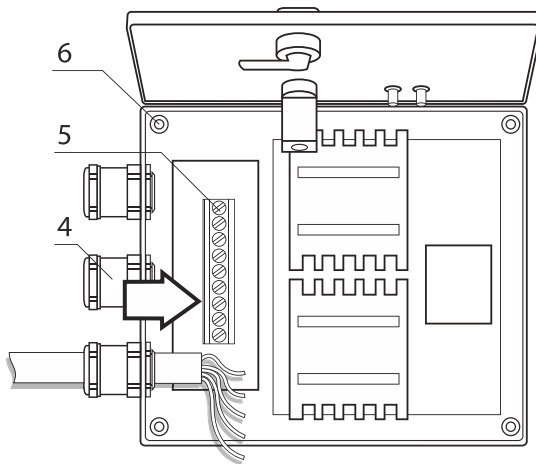
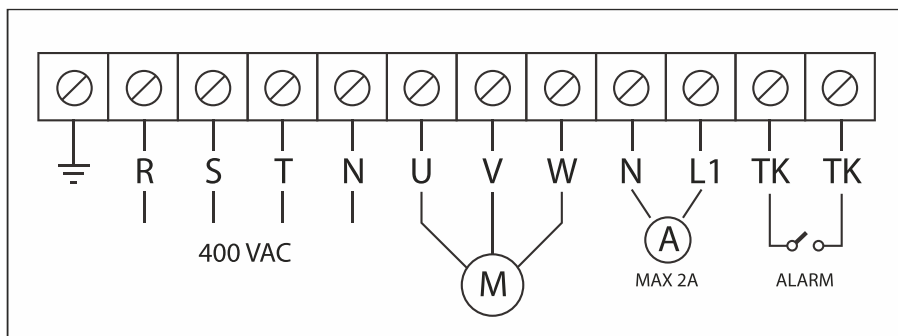

Рис. 3
Рис. 4. Схема электрических подключений
Регулятор имеет пять скоростей, выбор между которыми осуществляется выставлением поворотной ручки **1**, в одно из пяти фиксированных положений, и положение «**0**» в котором прибор выключен. В регуляторе предусмотрены клеммы **ТК** (см.рис.4) для подключения термального контакта, вмонтированного в мотор вентилятора, при срабатывании термального контакта прекращается подача напряжения на двигатель вентилятора и загорается сигнальная лампа **3**, показывающая аварийную работу регулятора. Регулятор также имеет клеммы **L1,N** (230Vac/**макс 2А**) для подключения внешнего оборудования (например приводов воздушных заслонок). В случае перевода ручки регулятора в положение «**0**», напряжение на клеммы и электродвигатель вентилятора не подается.
- Произвести электрические подключения согласно схемы (**см. рис.4**). Подключение внешних электрических проводников к изделию осуществляется при помощи винтовых клемм — **5** (**см.рис.3**). Ввод проводников во внутрь прибора производится через гермовводы — **4** (**см. рис.3**). На внешнем вводе (400В/50Гц) должен быть установлен встроенный в стационарную сеть электроснабжения автоматический выключатель.